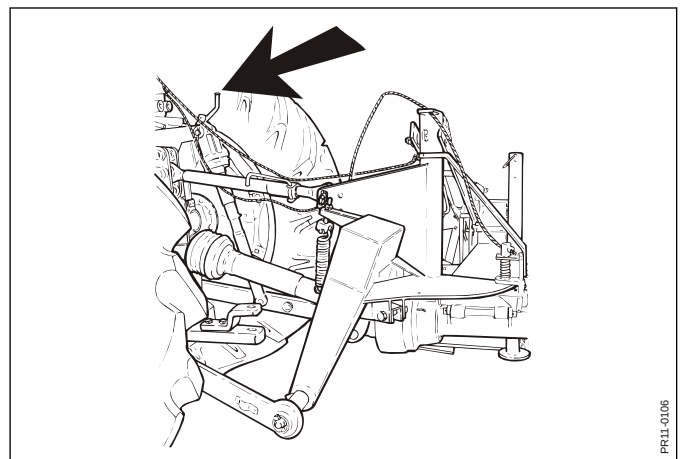

Fig. 4
- FIG. 4** Spindlen for højre trækarm justeres, så den hævede maskine hænger lige.